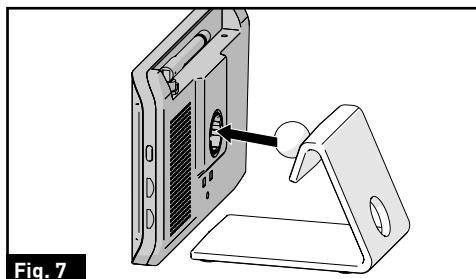

Fig. 7
- Alignez la rotule du support de table avec l'ouverture située à l'arrière du moniteur et poussez fermement jusqu'à ce qu'elle s'enclenche. (Fig. 7)